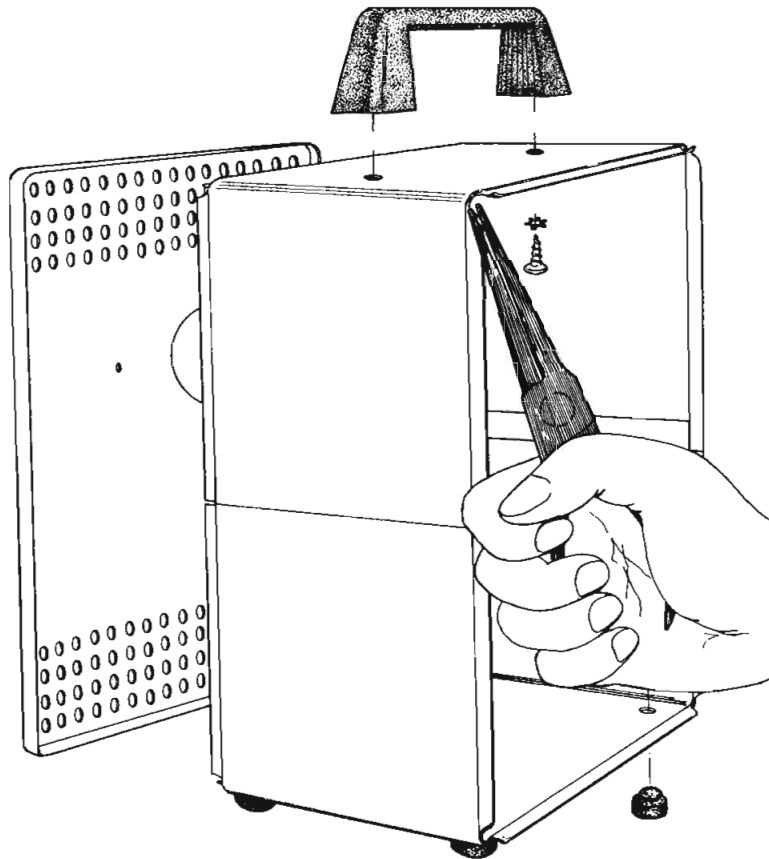

Figure 6. — Montage du coffret
- () Prendre le coffret métallique en se référant à la figure 6 et monter la poignée sur la partie supérieure en la fixant par l'intérieur avec les deux vis précédentes et les rondelles de blocage M4. Aucune difficulté ne doit maintenant se présenter pour le positionnement des vis.
- () En se référant à la même figure 6, placer les quatre pieds de caoutchouc sur la partie inférieure du coffret en vous aidant d'un petit tournevis.
- () A l'aide de pinces à longs becs, tordre légèrement les rebords du coffret pour atteindre le même plan que le coffret selon les indications de la figure 6. Cette opération assure un bon contact électrique entre le coffret et les panneaux avant et arrière.
- () Prendre le panneau arrière et le placer pour encasturer les rebords du coffret de la façon indiquée sur la figure 6. Vérifier que la découpe circulaire reste dans la partie supérieure du panneau. Laisser de côté l'ensemble du coffret ainsi préparé.